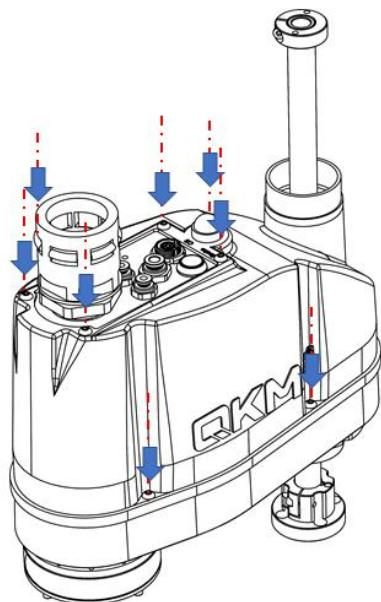

图 4-19 第二机械臂外壳安装示意图
**步骤2** 使用 3 号内六角扳手将机器人第二机械臂外壳上的螺钉进行锁紧（扭矩 0.4N·m），如图 4-19 所示。